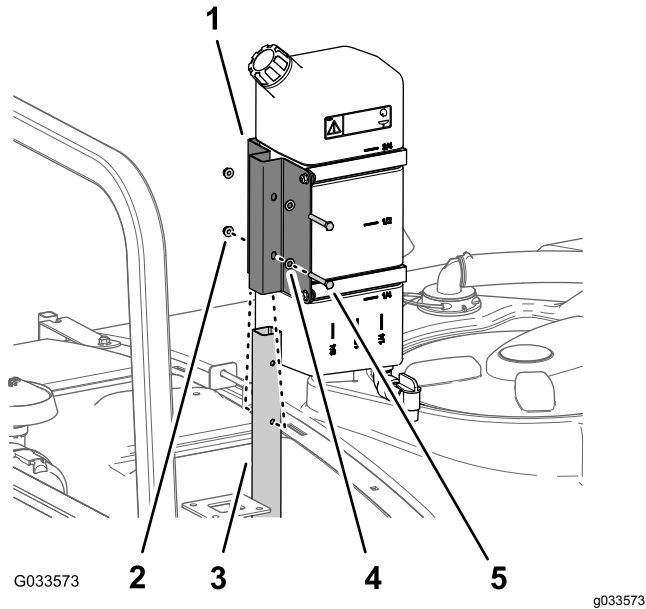

Figura 47
- 1. Monte o depósito de água limpa e instale no tubo de suporte com os dois parafusos (5/16 pol. x 2¼ pol.) e duas porcas de bloqueio flangeadas (5/16 pol.) como se mostra na Figura 47.